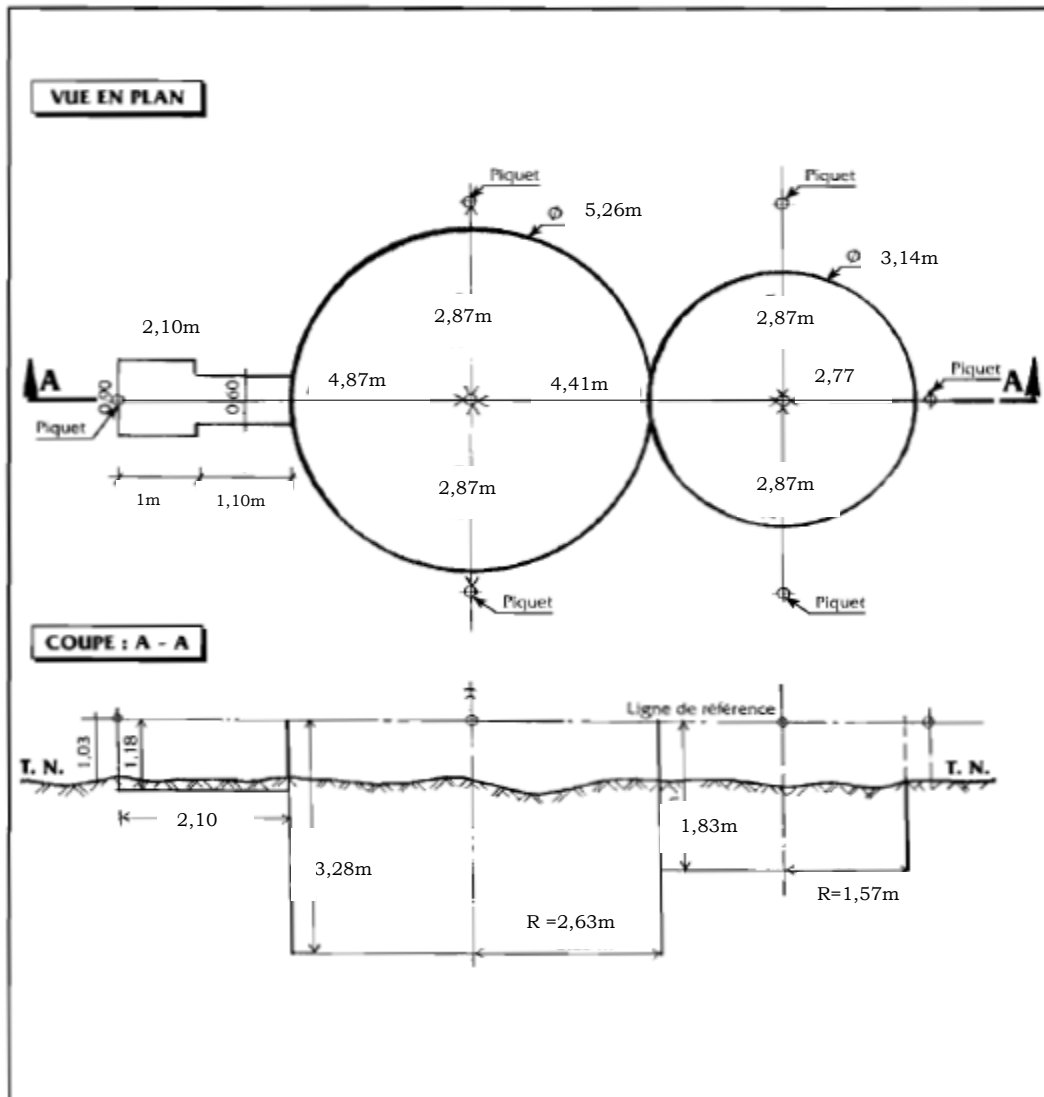

Figure 6 :
5.15/ Creuser le sol sur 30 cm au bord du cercle et sur 1,27m au centre. A 1m du centre, la profondeur d'excavation est d'environ 1,00m. FIG.6.